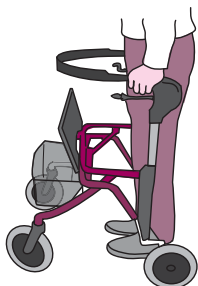

図 4-10
- 歩行バランスの安定のために、座面は必ず跳ね上げて、身体を歩行車の中（支持基底面）に入れて歩行するようにします。こうすることで、姿勢も良くなり、グリップに垂直に体重をかけることができるので、安定した歩行につながります。(図 4-10)